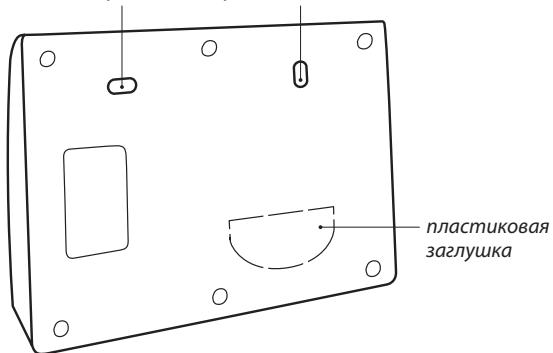

Рис. 7. Вид модуля управления Neptun ProW+ сзади
2. Закрепите заднюю стенку Прибора на ровной поверхности, например на стене, при помощи двух саморезов 3,0×25 мм (рис. 7).